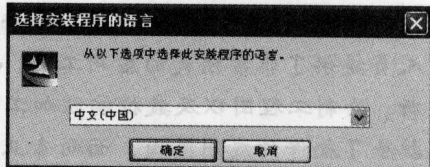

图 1-2 安装程序的语言选择界面
(4) 首先安装 NX 服务程序,在对话框中选择 `Install UGS License Server` 选项,出现如图 1-2 所示安装程序的语言界面。